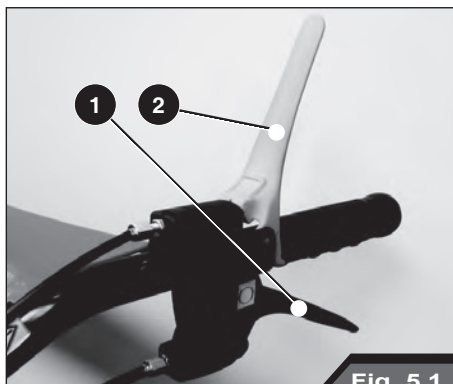

Fig. 5.1
- Verifique por su seguridad que las palancas de avance máquina y activación rotor cuchillas estén en posición vertical (Fig. 5.1)